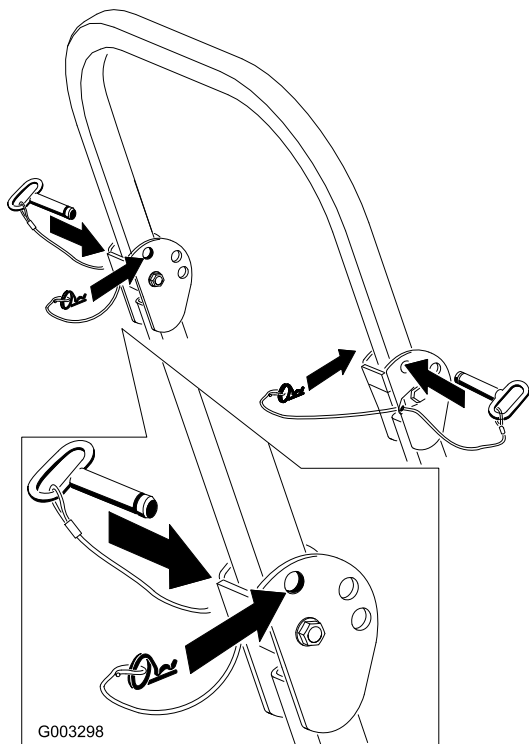

Bild 7
1. Nehmen Sie zum Absenken des Überrollbügels die Splints ab und entfernen Sie die beiden Stifte (Bild 7).
3. Setzen Sie die zwei Stifte ein und befestigen Sie diese mit den zwei Splints (Bild 7).
4. Nehmen Sie zum Aufrichten des Überrollbügels die Splints ab und entfernen Sie die beiden Stifte (Bild 7).
5. Richten Sie den Überrollbügel ganz auf und setzen Sie die beiden Stifte ein. Befestigen Sie die Stifte mit den Splints (Bild 7).